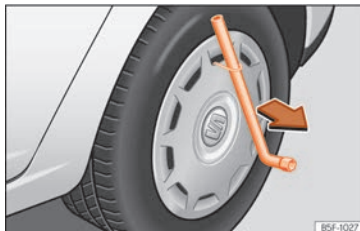

Abb. 40 Die Radvollblende vom Rad abnehmen.
- Schieben Sie den Radschlüssel durch den Drahtbügel, nutzen Sie den Reifen als Hebel und ziehen Sie die Radvollblende ab »» **Abb. 40**.